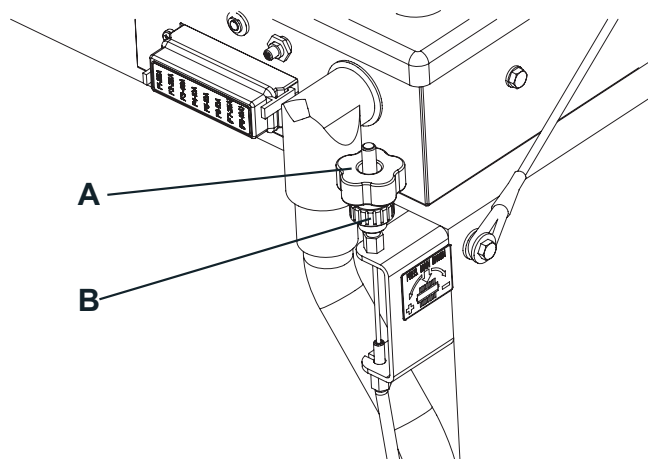

Abbildung 2
2. Die Feststellbremse mittels des Pedals (3) und des Hebels (4) betätigen.
3. Den Zündschlüssel (82) auf „0“ drehen.
4. Die Haube (7) öffnen.
5. Den Knopf (A, Abb. 2) an linker Maschinenseite lösen.
6. Den Knopf (B, Abb. 2) drehen, bedenken dass: